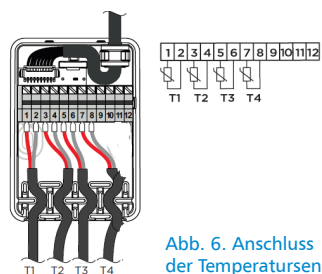

Abb. 6. Anschluss der Temperatursensoren.
2. Schließen Sie die Sensoren an, siehe Abb. 6.